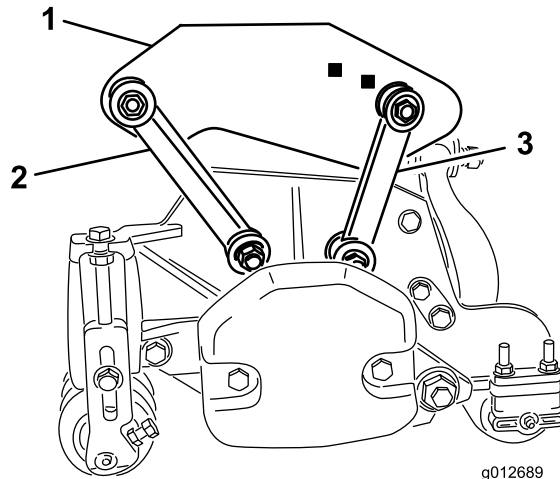

Figure 19
- Fixez les biellettes de montage avant dans les trous du bâti porteur au moyen d'un boulon ( $\frac{3}{8}$ " x  $2\frac{1}{4}$ "), de 2 rondelles plates et d'un contre-écrou, comme montré à la Figure 19. Placez une rondelle de chaque
- Fixez les biellettes de montage arrière dans les trous du bâti porteur arrière au moyen d'un boulon ( $\frac{3}{8}$ " x  $2\frac{1}{4}$ "), de 2 rondelles plates et d'un contre-écrou, comme montré à la Figure 19. Placez une rondelle de chaque côté de la bielle lors du montage. Serrez les fixations à 42 N·m.